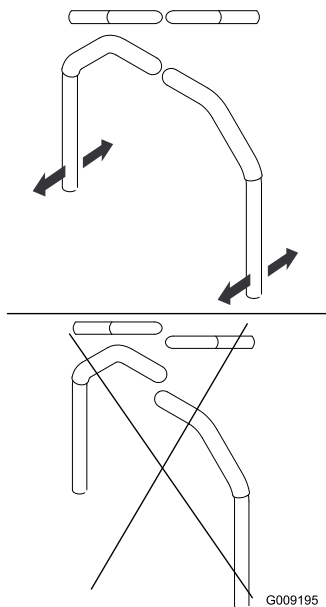

Figure 88
4. Réglez l'alignement avant/arrière des leviers en les plaçant simultanément à la position **POINT MORT**, puis faites-les coulisser jusqu'à ce qu'ils soient alignés et resserrez les boulons (Figure 88).